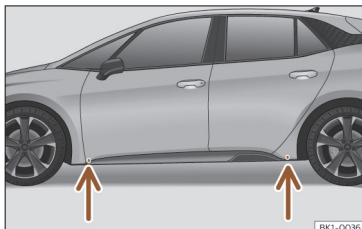

Fig. 185 Pontos de apoio do macaco.
- Procure na longarina a marca do ponto de apoio do macaco (zona afundada) mais próximo da roda a substituir >>> **Fig. 185**.